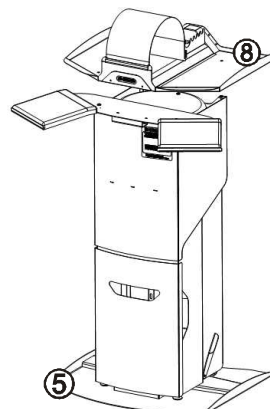

Рис.4
Выкрутить 4 винта и снять поддон (4) с верха УПЗ. Установить Упор, сверху поддон ВМУ 1.0 ТЕЙБЛ (8) и вкрутить эти же винты, рис.4.